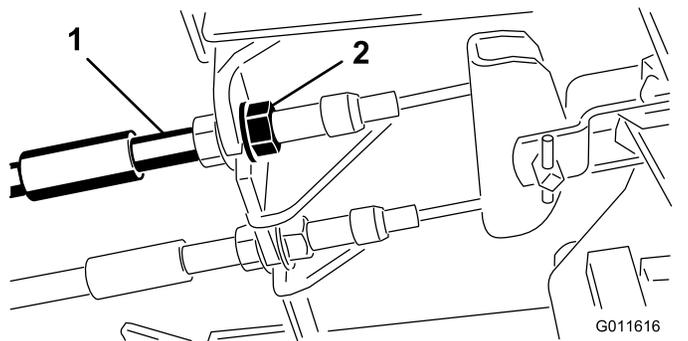

图69
1. 要缩短刹车踏板的自由行程可以通过松开刹车拉线螺纹端的前螺母紧固刹车图69。